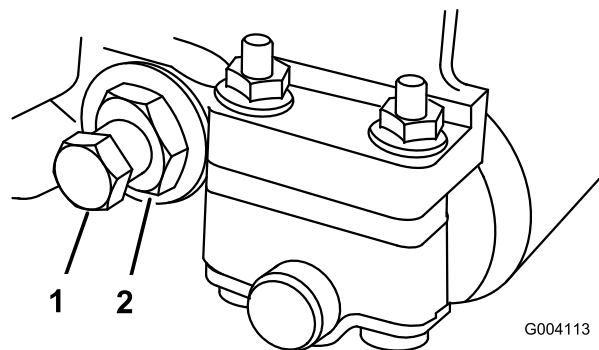

図 62
2. スプリング・テンション・ナットをゆるめて、ワッシャがベッドバーを全く押さないようにする(図 62)。
3. ベッドバー・ボルト(図 62)を固定しているジャムナット(機体両側)をゆるめる。